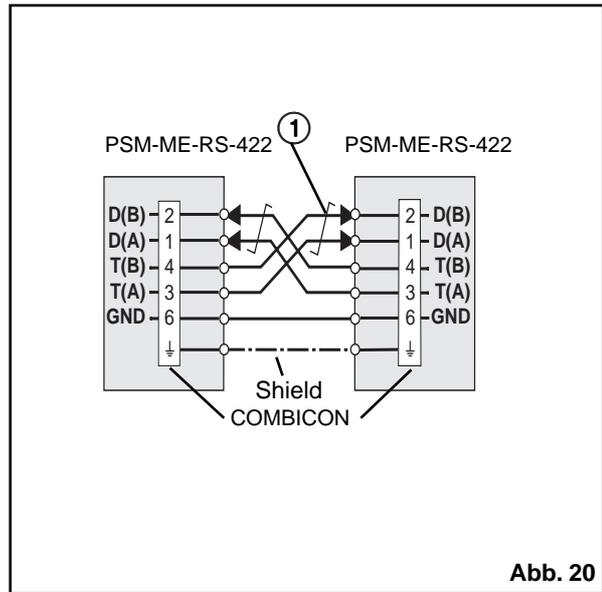

Abb. 20
- 4) Verbinden Sie für eine Kopplung zweier RS-422-Schnittstellen die Anschlüsse nach Abb. 20 miteinander. (1) = verdrehte Doppeladern/twisted pair